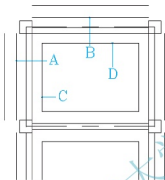
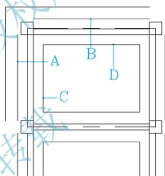

图 5.6 偏移大放脚
图 5.7 修整大放脚
(3) 如图 5.6 所示，将 A 和 B 大放脚分别向外偏移 480mm。
(4) 用【圆角】命令将图 5.6 修整至如图 5.7 所示的状态。